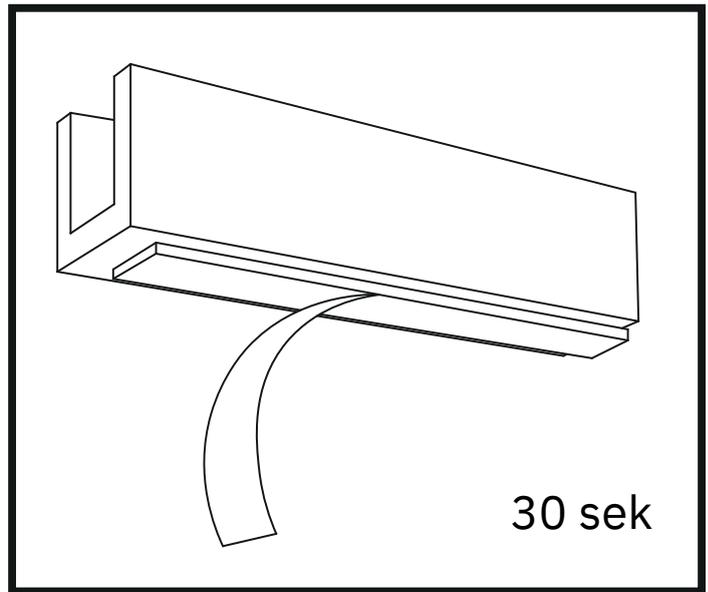

Abbildung 2
5. Entfernen Sie die Abdeckung vom doppelseitigen Klebeband auf der Leiste und legen Sie die Leiste an der markierten Stelle auf den Boden. Drücken Sie die Leiste fest an und halten Sie den Druck etwa 30 Sekunden lang aufrecht. (Abbildung 2)